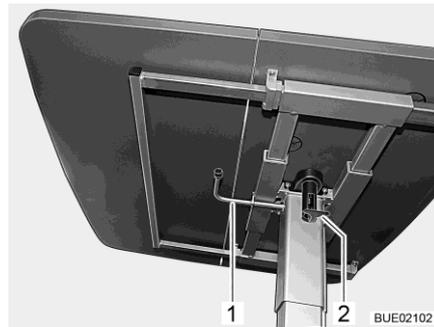

Bild 129 Hubtisch
- Den Verriegelungshebel (Bild 129,2) nach unten klappen.
- Den Hebel (Bild 129,1) unter der Tischplatte um 180° im Uhrzeigersinn schwenken. Der Hubmechanismus im Tischfuß wird entriegelt.
- Den Hebel (Bild 129,1) unter der Tischplatte um 180° im Uhrzeigersinn schwenken. Die Tischplatte fährt selbsttätig bis zum Endanschlag nach oben.